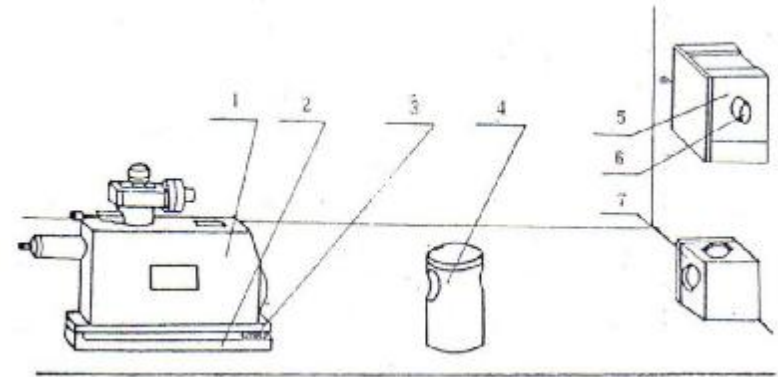

图 10 附件结构特征
3. 3. 1 水平调整板（见图 10）
水平调整板由水平板 2，调整螺钉 3 组成。使用时旋动调整螺钉，可调整仪器主体成水平位置。它和仪器主体的位置关系如图 10 所示。
3. 3. 2 带磁反射镜（见图 10）
3. 3. 3 光学直角器（见图 10）
3. 3. 4 取景器（见图 10）